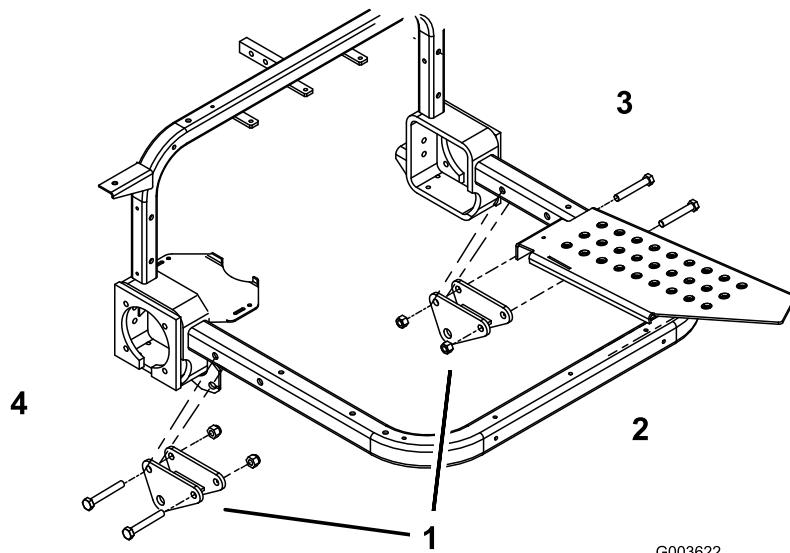

图 22
2. 使用 2 个螺栓 $\frac{1}{2} \times 3\frac{1}{2}$ 英寸和锁紧螺母 $\frac{1}{2}$ 英寸将安装支架组件松散地固定到左右脚踏管。调整安装支架组件和螺栓的位置如图 22 所示。